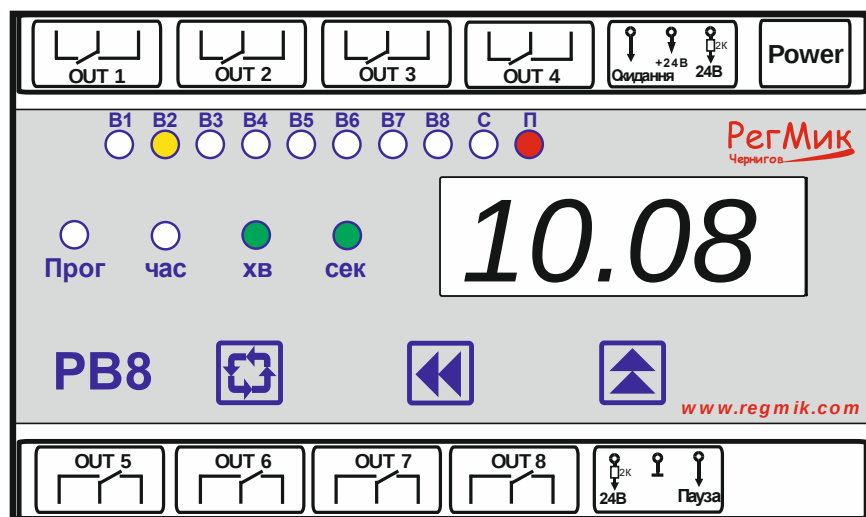

Рисунок 3.4 – Передня панель приладу
3.3.2 На передній панелі приладу (рис. 3.4), розташовані чотирьохрозрядний цифровий індикатор, який служить для відображення буквено-цифрової інформації, чотирнадцять світлодіодних індикаторів, що сигналізують про режими роботи приладу, і три кнопки управління.